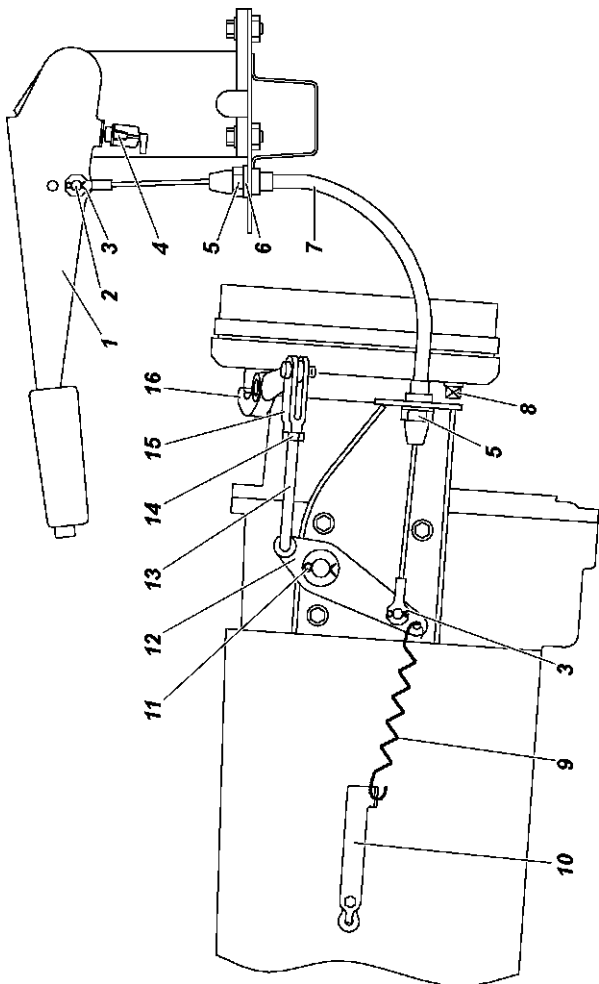

Рис. 9.26. Привод стояночного тормоза:
2. Переместите рычаг стояночного тормоза 1 (рис. 9.26) в крайнее нижнее положение.